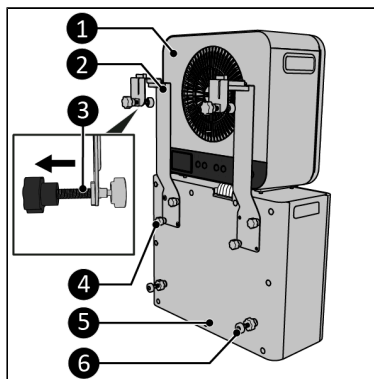

Figure 71.
1. Placez l'unité intérieure (Figure 71, pos. 1) librement sur l'unité extérieure (Figure 71, pos. 5).
2. Retirez les quatre capuchons de vis (Figure 71, pos. 4).
3. Fixez les deux supports inférieurs pour caravane (Figure 71, pos. 2) à l'unité extérieure en serrant deux vis par support (Figure 71, pos. 4).
4. Assurez-vous de visser à fond les boulons d'ajustement (Figure 71, pos. 3).
5. Fixez les entretoises (Figure 71, pos. 6) à l'unité extérieure (Figure 71, pos. 5).
13. Assurez-vous que l'unité extérieure est de niveau en ajustant l'entretoise des vis d'écartement (Figure 71, pos. 6).